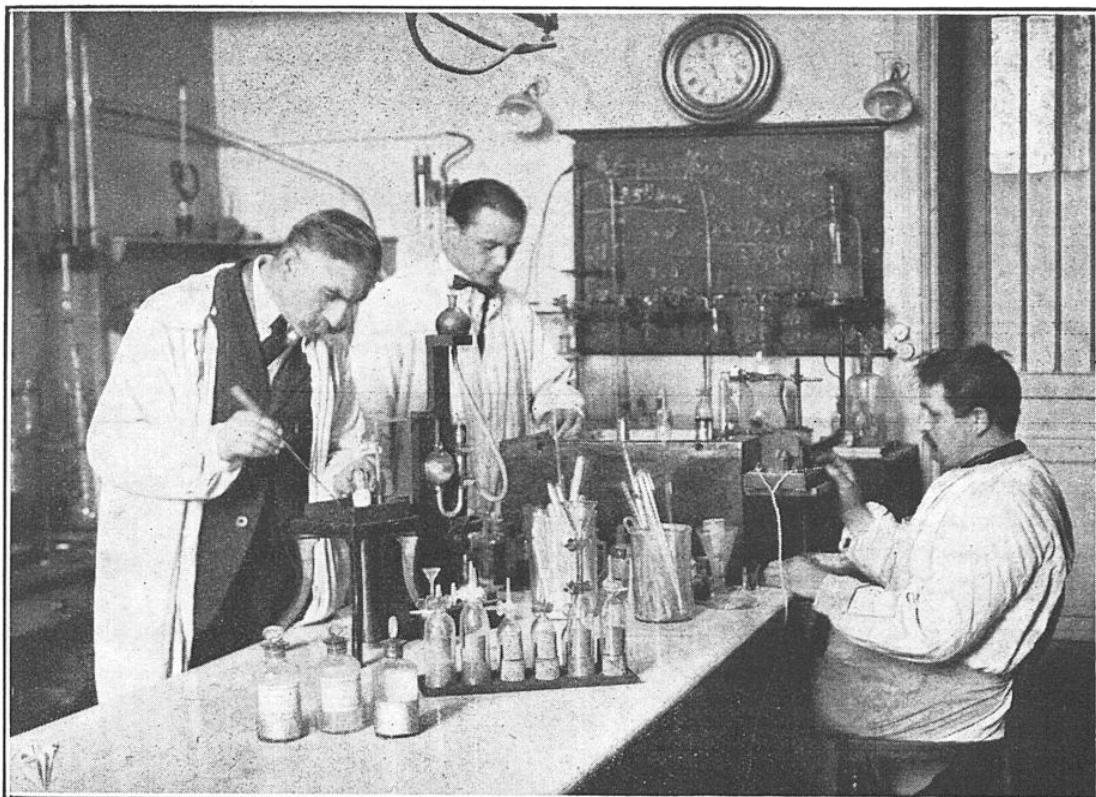

FIG. 7. — ANALYSE DES GAZ POUR LA DÉTERMINATION DE L'INDICE DE TOXICITÉ
*Analyse des gaz et détermination de l'indice de toxicité.* — Les gaz ont été tous analysés au laboratoire par les procédés décrits au cours de l'article mentionné plus haut (*La Science et la Vie*, avril 1919, n° 44). La figure 7 nous fait assister à cette opération.
Par conséquent, si l'on désire naviguer (fig. 7) suivant une direction faisant un angle  $\alpha$  voisin de  $90^\circ$  ou plus petit avec le vent, la réaction  $Ra$  devra être inclinée en arrière de la perpendiculaire  $ABA'$  au vent relatif, et  $Rh$  devra être inclinée en arrière de la perpendiculaire  $CBC'$  à la trajectoire du navire ; ces deux forces devant s'équilibrer, elles seront, nécessairement, contenues dans l'angle  $ABC'$  et  $CBA'$ .
FIG. 7.—NAVIGATION SUIVANT UNE DIRECTION FAISANT UN ANGLE ÉGALEMENT INFÉRIEUR À 90 DEGRÉS AVEC LA DIRECTION DU VENT  $\alpha$ , angle de la trajectoire T avec le vent; P, plan de symétrie faisant un angle X avec la trajectoire; Ra, réaction du vent appliquée en B, décomposée en  $Raz$  et  $Rax$ , suivant la perpendiculaire A A'; au vent relatif et suivant ce vent; Rh, résistance hydrodynamique décomposée en  $Rhz$  et  $Rhx$  suivant la perpendiculaire C C' à la trajectoire et suivant cette trajectoire; V, vitesse du navire.